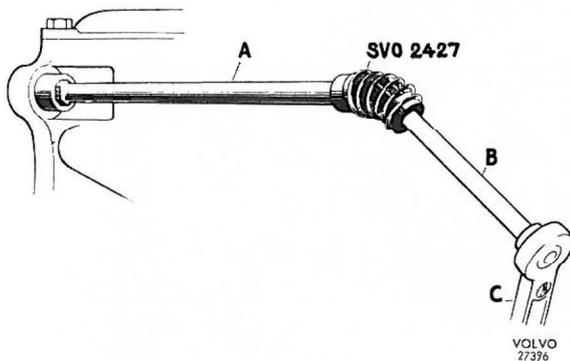
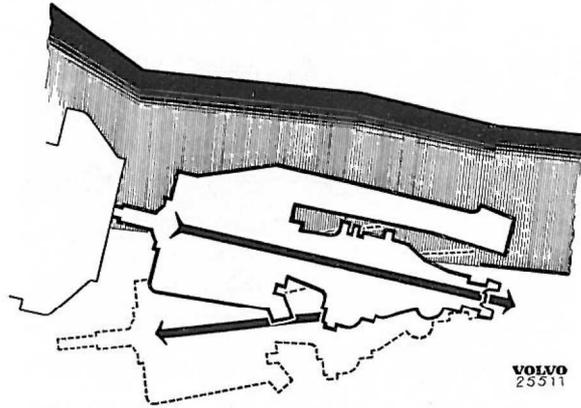

Fig. 17. Démontage des vis de la boîte de vitesses
Fig. 18. Dépose de la boîte de vitesses
5. Enlever les vis de fixation de la boîte sur le carter de volant en se servant de la clef SVO 2487 (6 pans de 3/8") ou SVO 2488 (6 pans de 8 mm), du raccord universel SVO 2427, de la rallonge à carré conducteur de 3/8" et d'une poignée à cliquet, voir Fig. 17. Retirez la boîte de vitesses vers l'arrière, voir Fig. 18.